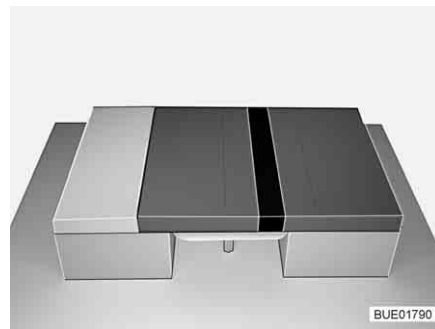

Bild 92 Nach dem Umbau
- Das Zusatzpolster zwischen die Sitzpolster legen (siehe Bild 92).